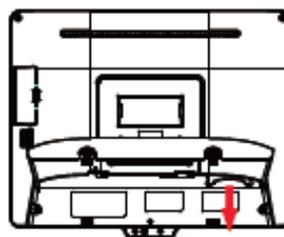

Рисунок 20. Извлечение SSD из моноблока
- 2** Извлечь накопитель SSD, потянув за «ручку» SSD, запомнить расположение интерфейсного разъёма SSD (рисунок 20).